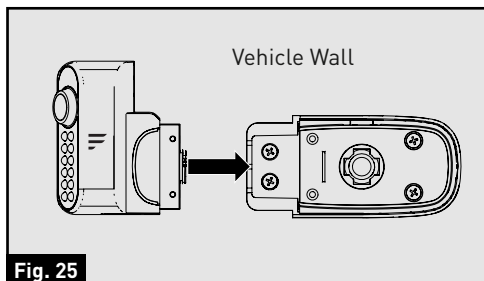
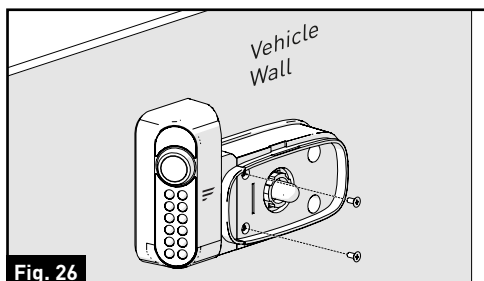

Fig. 25
Fig. 26
6. Inserte la cámara izquierda en la base del semáforo y asegúrela con los dos tornillos autorroscantes de cabeza plana que se proporcionan. (Fig. 25 y Fig. 26)